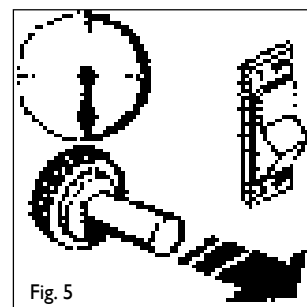

Fig. 5
- Quando o aparelho está aceso, manter o botão da válvula carregado durante 10 segundos (Fig. 5)